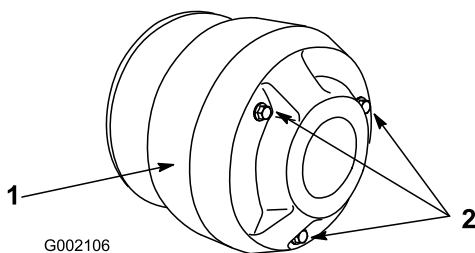

Figura 46
3. Togliete i tre bulloni che fissano il carter della frizione e togliete il carter (Figura 46).